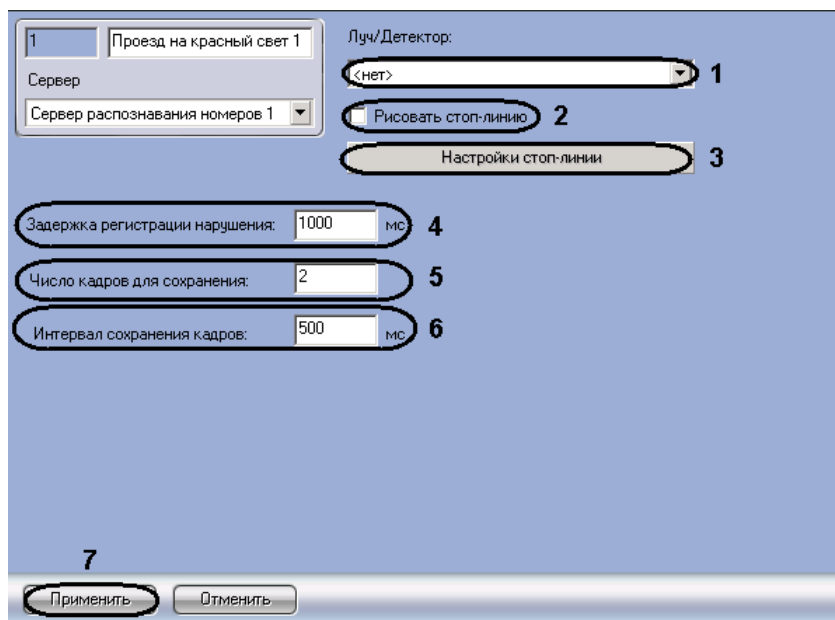

Рис. 7.2—30 Настройка программного модуля «Проезд на красный свет»
2. Из раскрывающегося списка «Луч/Детектор» выбрать объект «Луч» (см. документ «Программный комплекс Интеллект: Руководство администратора») по сигналу которого определяется свет светофора (см. Рис. 7.2—30, 1).